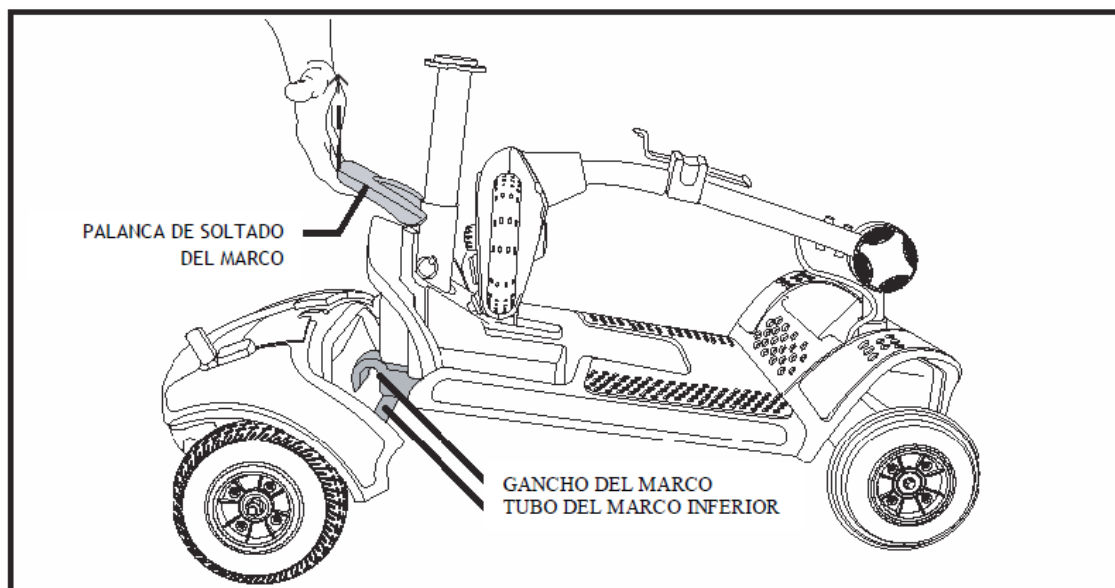

Figura 12. Separación de la sección trasera
2. Suba la palanca de soltado del chasis hasta que los ganchos del chasis dejen de estar enganchados en el tubo del chasis inferior. (Ver la figura 12).
**NOTA:** Antes de comenzar el montaje, incline la mitad trasera de su scooter ligeramente hacia atrás sobre las ruedas antivuelco como se muestra en la figura 12
1. Utilice la palanca de soltado del chasis para subir la parte delantera mientras alinea los ganchos del chasis de la parte delantera con el tubo del chasis inferior de la parte trasera. (Ver la figura 12).